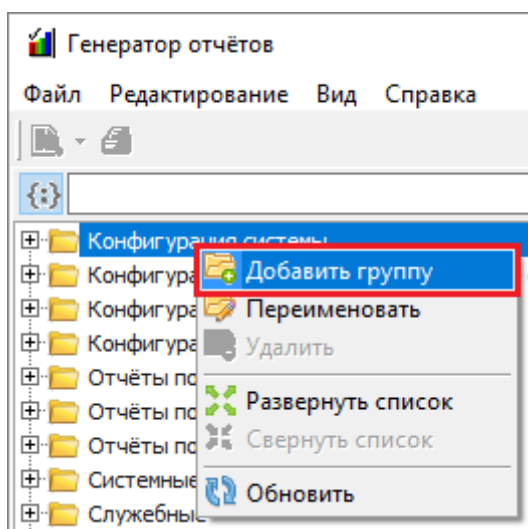

Рисунок 11-287 Добавление новой группы отчетов через контекстное меню списка отчетов
- выберите в контекстном меню списка отчетов (см. п. 11.5.3.2.2) пункт « Добавить группу» (см. Рисунок 11-287),